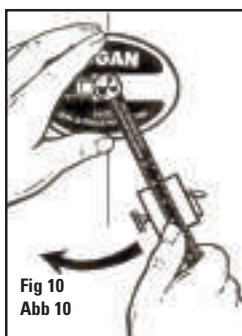

Fig 10
4. Faire tourner le bras gradué à 5 heures. Fig. 10
4. Rote el brazo de la escala a la posición de las cinco en el reloj. Fig. 10
4. Drehen Sie den Skalierungsarm in die 5 Uhr-Position. (Abb. 10).